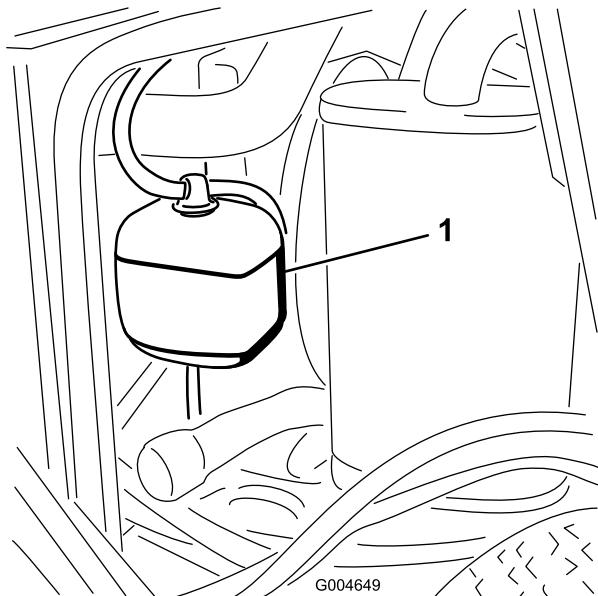

Figura 54
1. Compruebe el nivel de refrigerante en el depósito de expansión (Figura 54). El nivel del refrigerante debe estar entre las marcas en el lateral del depósito.